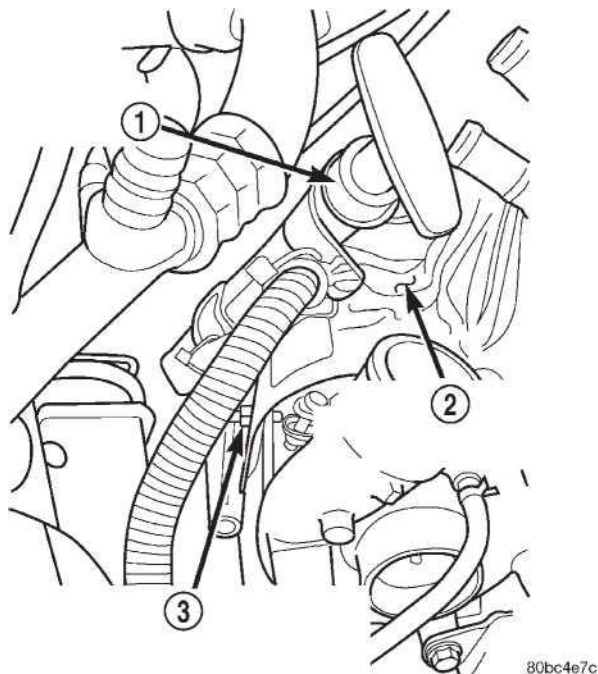
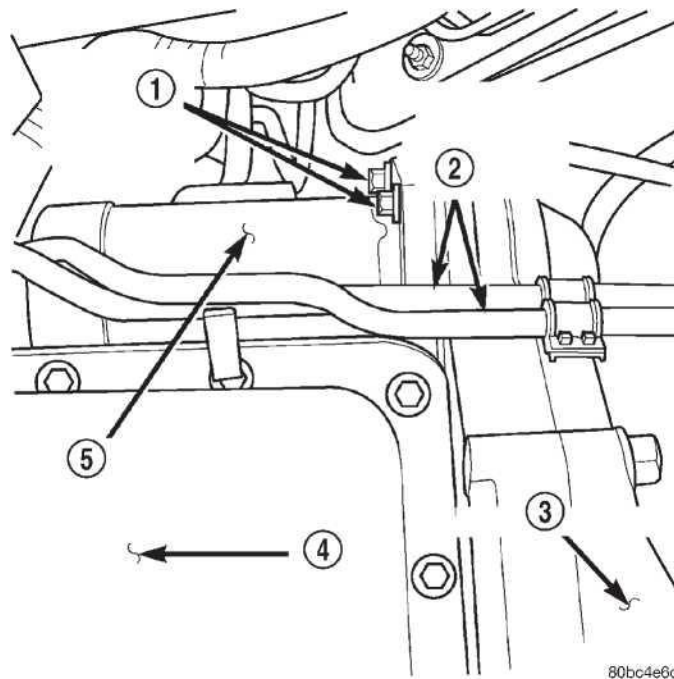

Рис. 14 Опорный кронштейн метро щупа для
Рис. 15 Моторная позиция стартера и ориентация
(52) Разъедините черный и серый цвет 10±way электрические разъемы от монтажного жгута двигателя.
(53) Разъедините сцепление компрессора счета, и запальная свеча используют электрические разъемы.
(54) Удалите стопорную гайку опорного кронштейна трубы щупа для измерения уровня передачи из теплового экрана турбокомпрессора (Рис. 14).
(55) Повысьте транспортное средство на подъемнике.
(56) Разъедините электрический двигатель стартера.
(57) Удалите моторные стопорные болты стартера и удалите стартер из транспортного средства (Рис. 15).